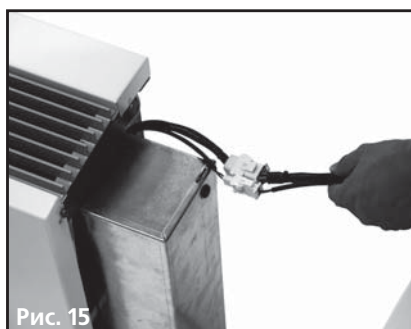

Рис. 15
- Если в декоративный корпус необходимо встроить устройство управления (дополнительная принадлежность), то кабели следует разделить с помощью разъемов, что позволит избежать неправильного подключения (рис. 15)